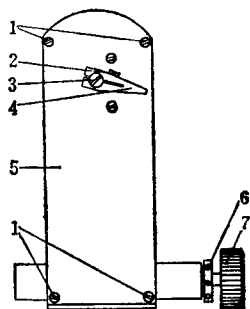
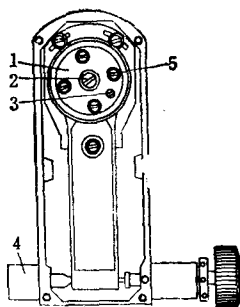
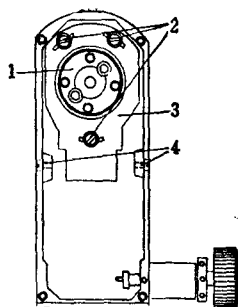

图 1-11 左端支架外形图
图 1-12 左端支架构造图
图 1-13 横轴偏心轴套机构图
1) 旋松望远镜制动螺旋扳手上的紧固螺丝（图1-11之2），将扳手（图1-11之4）取下。
2) 旋去支架上四个护盖螺丝(图1-11之1)，把护盖(图1-11之5)取下，并取下望远镜制动螺旋上面的防灰圈和弹簧。此时即如图1-12所示。
3) 从支架内壁旋去望远镜微动螺旋弹簧座的一个止头螺丝，将弹簧座(图1-12之4)旋下。
(1) 转动横轴使望远镜制动及微动架的四个固连螺丝(图1-12之5)，对准外面压环(图1-12之1)上的拆取孔，然后旋去这四个螺丝，即可将此架整套取下。此时即如图1-13所示。
(2) 旋去制动螺旋顶板定位螺丝(图1-12之3)，用两脚扳手插入制动及微动架压环(图1-12之1)上面两个对